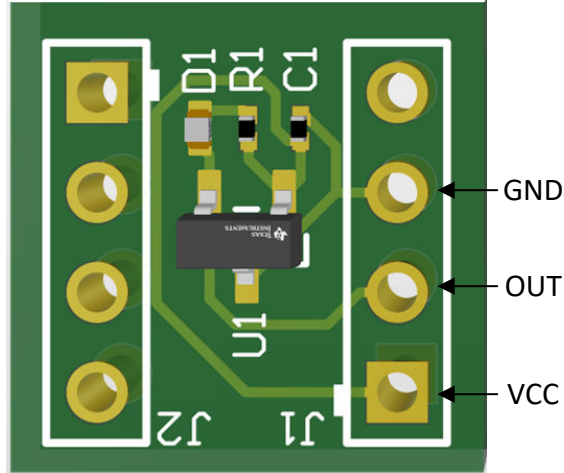

图 3-7. 接线指南
1. 找到 HALL-HINGE-EVM PCB。可以在使用 3D 结构或不使用 3D 结构的情况下在此 PCB 上评估 TMAG5231。可通过连接电压源或电池的方式为该器件供电，（如图 3-7 所示）。